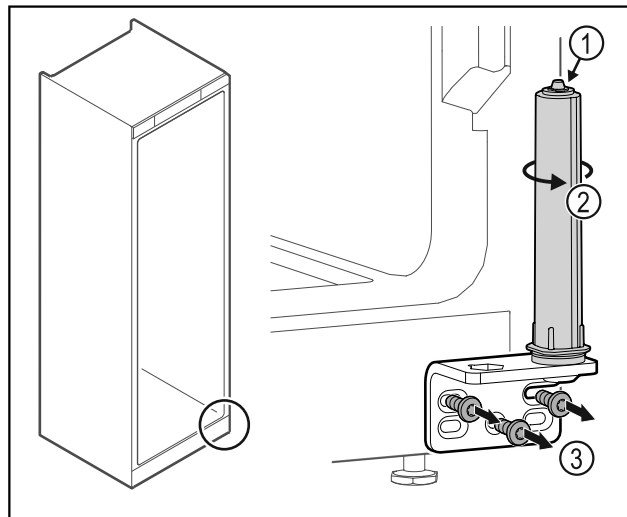

Fig. 27
- ▶ Не разбирайте систему закрытия двери Fig. 27 (1).
- ▶ Поворачивайте систему закрытия Fig. 27 (2) до щелчка.
- ▶ Отвинтите шарнирные уголки Fig. 27 (3).